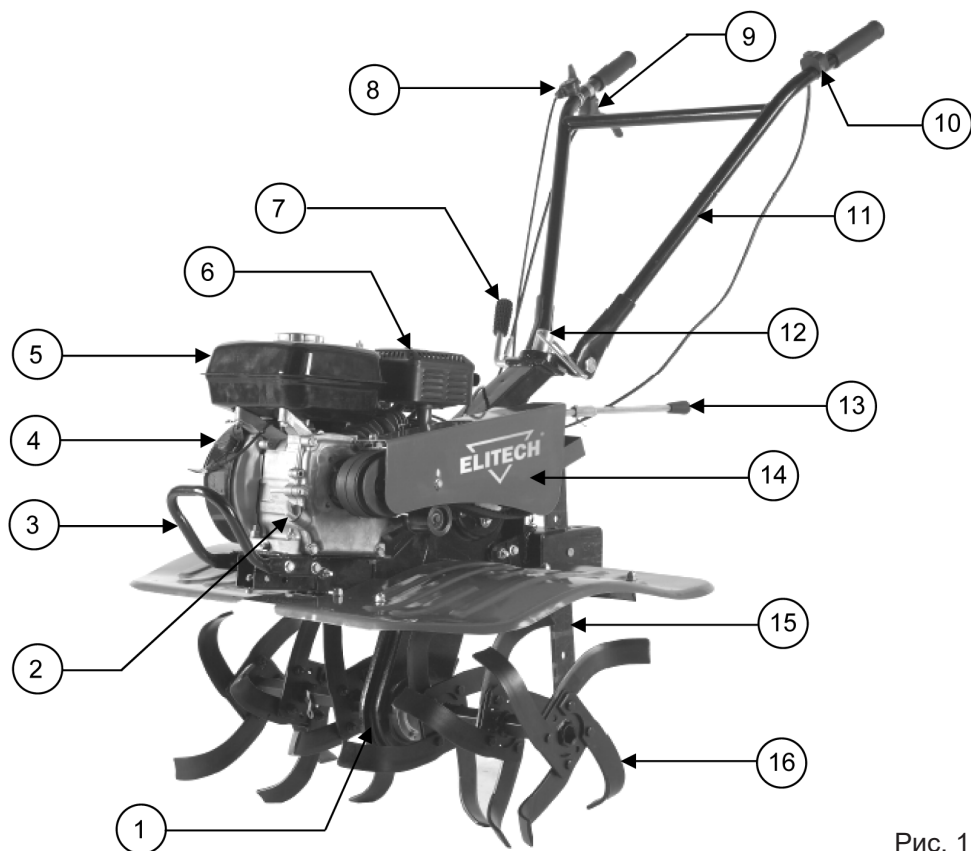

Рис. 1
6. Установите на мотоблок защитные крылья фрез (рис. 3). Для этого установите на мотоблок кронштейны крыльев 11 (рис. 1). Короткий кронштейн устанавливается спереди, длинный сзади. На кронштейны крыльев с помощью 4 болтов и гаек с каждой стороны установите защитные крылья.